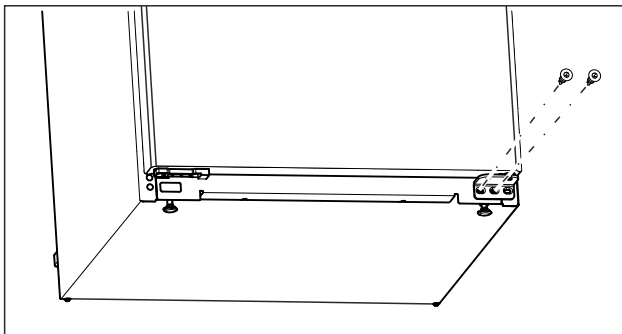

Fig. 12
- Sur le support de palier inférieur, dévisser la vis centrale avec un tournevis Torx 20. (voir Fig. 12)
- Sur le support de palier inférieur, dévisser la vis intérieure avec un tournevis Torx 20. (voir Fig. 12)